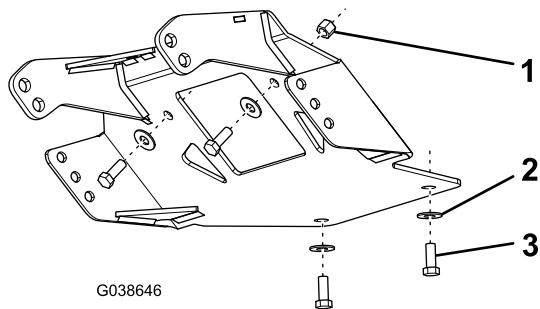

Figure 3
8. Fixez la plaque de protection du chasse-neige au cadre du véhicule à l'aide de 4 boulons (3/8 po), 4 rondelles (3/8 po) et 2 écrous (3/8 po) serrés à la main (Figure 3).